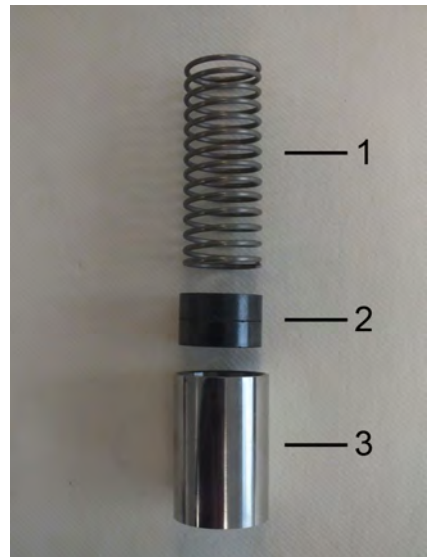

Abb. 49: Feder, Magnete und Schwebekörper
- 12.** Feder (Abb. 49/1), Magnete (Abb. 49/2) und Schwebekörper (Abb. 49/3) als Innenteile des Strömungswächters